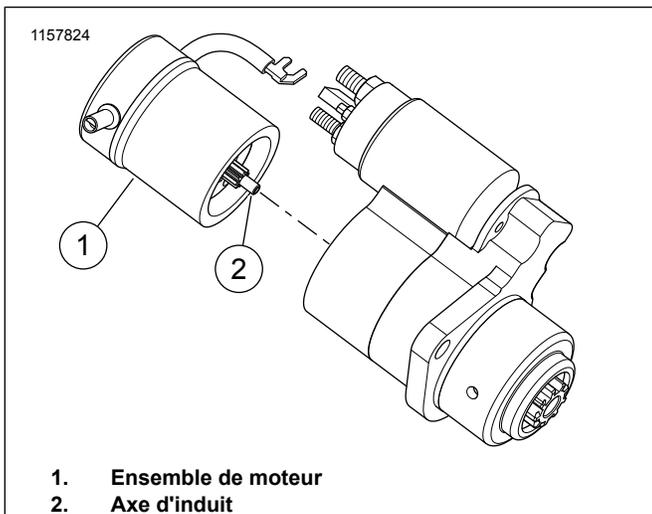

Figure 2. Ensemble de moteur
4. Figure 2 Déposer l'ensemble de moteur (1).